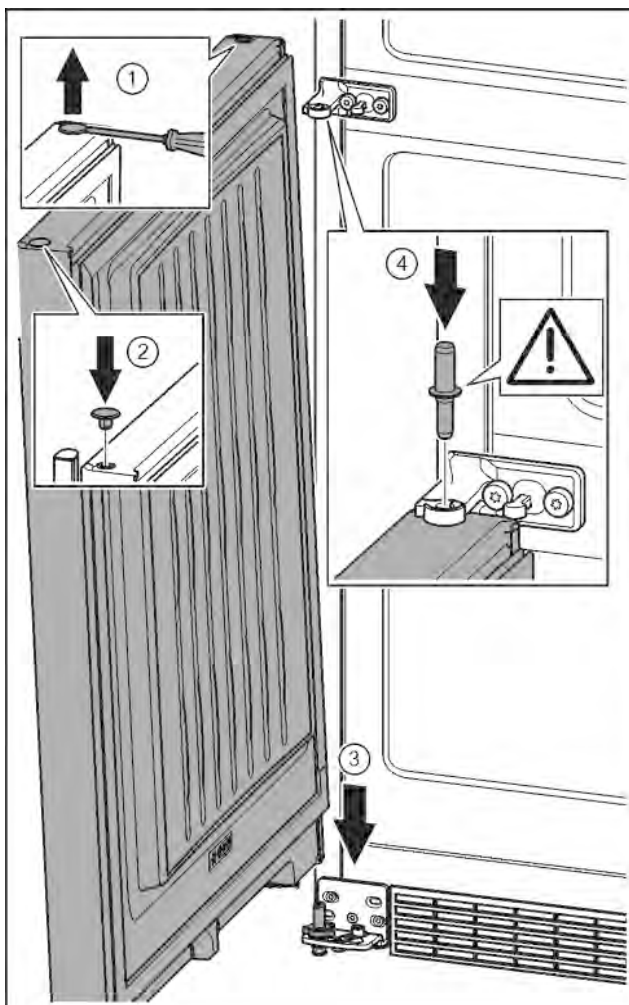

Fig. 22
- ▶ Odvijačem oprezno podignite čep i izvucite ga. Fig. 22 (1)
- ▶ Ponovo umetnite čep na drugoj strani vrata. Fig. 22 (2)
- ▶ Stavite vrata odozgo na donji svornjak ležaja. Fig. 22 (3)
- ▶ Umetnite srednji svornjak ležaja kroz srednji podložak ležaja u donja vrata. Pri tome pazite da je ispuščenje za blokiranje okrenuto prema otraga. Fig. 22 (4)